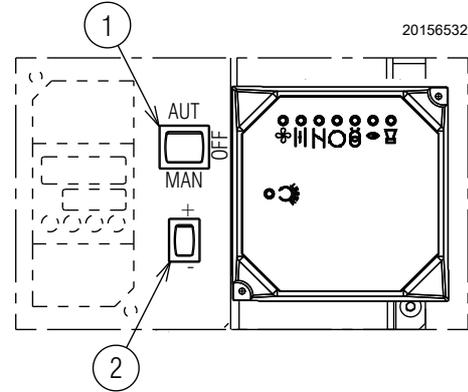

图 31
闭合温度 / 压力启停开关，将选择器 1 ) ( 图 31 ) 置于“MAN ( 手动 )”位置。
- 将开关 1 ) ( 图 31 ) 置于位置“OFF”处，并等待控制器开启停机程序；
将选择器 1 ) ( 图 31 ) 置于“MAN ( 手动 )”位置。
- ▶ 将控制面板上的开关置于手动位置 1) (图 31)，将燃烧器通电。
- ▶ 完成上面设定后，将控制面板上的选择器置于自动位置 2) (图 31) 增大出力。待伺服马达旋转 15° 后暂停，再次通过调节钢带 (凸轮 1, 图 35) 来调节风量，进行另一个位置的设定。
按选择器 2) (图 31) 选择 (+) 或 (-)，可从一个位置转换到下一个位置。